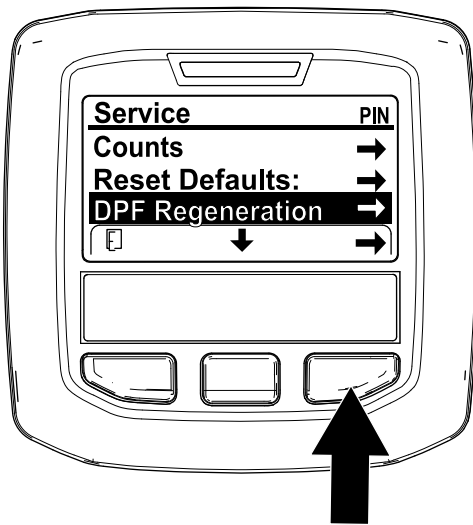

Bild 33
1. Navigieren Sie auf das Menü „Service“ und drücken Sie die mittlere Taste, um auf die Option DPF REGENERATION zu navigieren (Bild 33).
2. Drücken Sie die rechte Taste, um den Eintrag „DPF Regeneration“ auszuwählen (Bild 33).